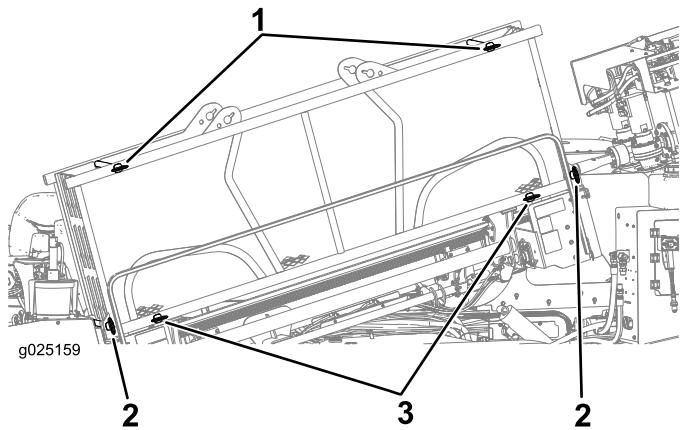

Bild 35
2. Stellen Sie sicher, dass die oberen Rohrhalterstifte vorne und hinten und die unteren Rohrhalterstifte vorne und hinten eingesetzt sind (Bild 35).